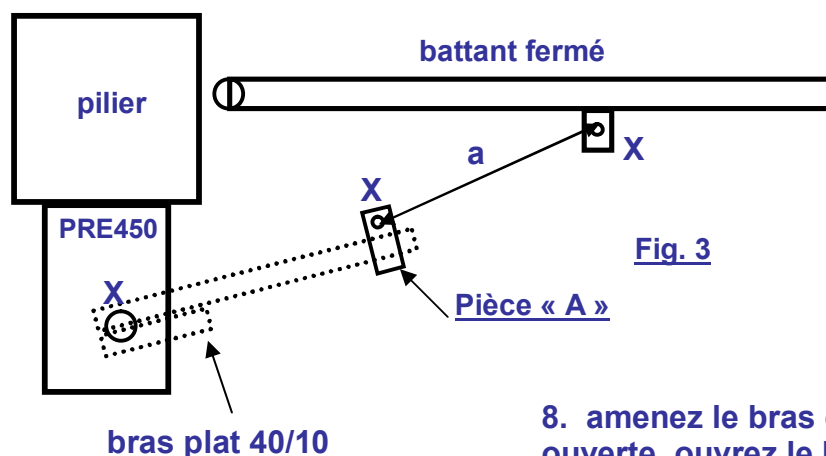

Fig. 3
7. mesurez la cote « a » (voir fig. 3)